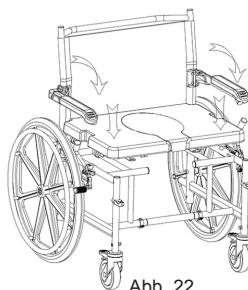

Abb. 22.
- Setzen Sie den Sitz auf den Rollstuhlrahmen und drücken Sie ihn nach unten, um ihn zu befestigen, und setzen Sie dann den Deckel auf (Abb. 22);